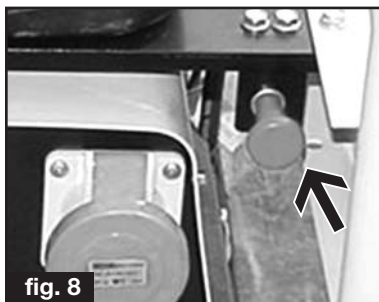

fig. 8
- 2) Model W230: Hiv i grebet på kontrolpanelet (se fig. 8). Vent til motoren er helt standset og drej så nøglen over i "OFF" position.